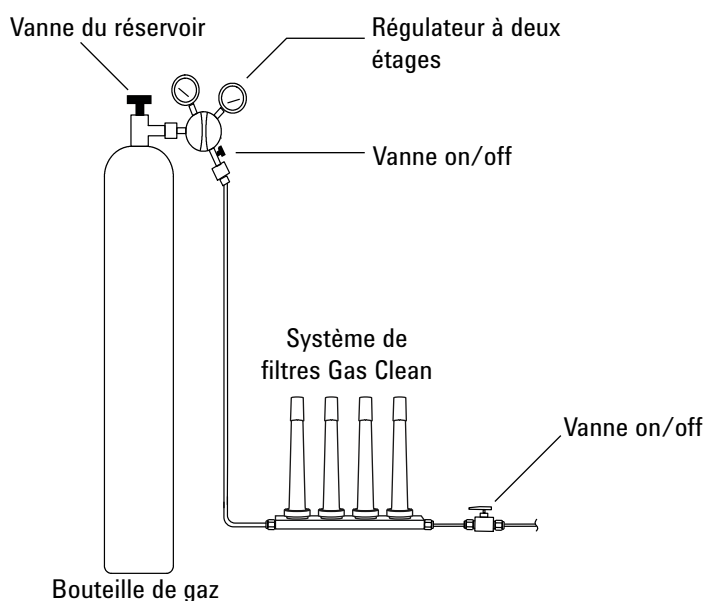

Figure 9. Raccordement des alimentations en gaz
- 1 Déterminez l'emplacement d'installation des pièges sur votre ligne d'alimentation. La **Figure 9** présente l'ordre conseillé des pièges pour le gaz vecteur et les emplacements recommandés des vannes on/off. Reportez-vous aussi au *Guide de préparation du site*.